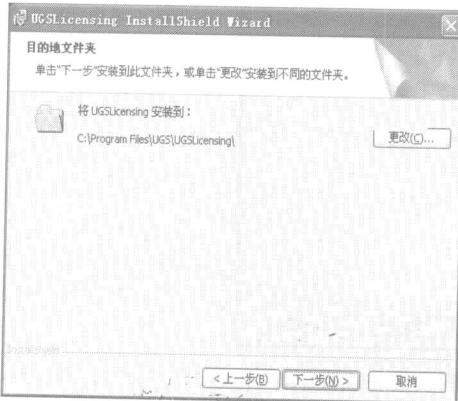

图 1-5 安装许可证文件路径选择界面
- (7) 单击 **下一步(N) >** 按钮，出现安装许可证文件路径选择界面，如图 1-5 所示。